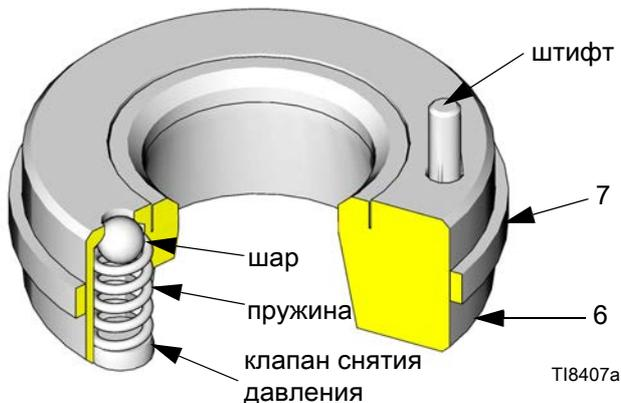

Рис. 3. Впускное седло с клапаном снятия давления
13. Удалите трубки (3) и цилиндр (1). Вытолкните поршневой блок из цилиндра. Осмотрите поверхность поршневого штока (17) и внутренние поверхности цилиндра и трубок. Если какие-либо из этих деталей повреждены или имеют царапины, замените их.
14. Извлеките впускной коллектор (18) из зажимного приспособления.
15. Извлеките четыре болта малых размеров (9) и шайбы (8) из впускного коллектора (18).
ПРИМЕЧАНИЕ. Одно впускное седло (6) оснащено клапаном снятия давления. См. Рис. 3. Это седло должно располагаться точно в указанном на рисунке месте (с левой стороны, как показано на Рис. 4). Используйте текстовую отливку на впускном корпусе в качестве направляющей.
16. Снимите шарики (5), впускные седла (6 и 33) и прокладки (7).
Следите за тем, чтобы не уронить и не повредить шарики (5) или седла (6 и 33). Поврежденный шарик или седло не смогут надлежащим образом обеспечить герметизацию, что приведет к утечке в насосе. Одно седло впускного клапана (33) можно переворачивать, чтобы обеспечить более продолжительную эксплуатацию седла. Тем не менее седло впуска жидкости (6) содержит клапан снятия давления, и его нельзя переворачивать. Правильную ориентацию см. на Рис. 3.
17. Осмотрите клапан снятия давления в седле (6), чтобы убедиться в отсутствии засорения. Надавите на шарик клапана, чтобы убедиться в свободном движении шарика и пружины. См. Рис. 3.